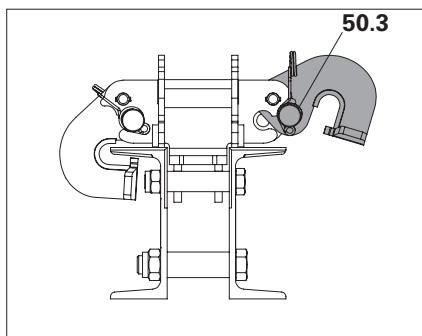

Fig. D5.04
1. Sollevare il perno di sicurezza (50.3). (Fig. D5.04 + D5.04a)